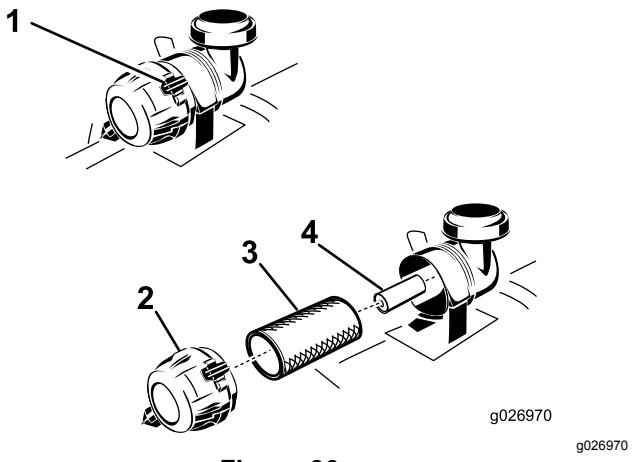

Figure 36
3. Appuyez sur les attaches du filtre à air pour les ouvrir et détachez le couvercle du boîtier du filtre à air (Figure 36).
5. Sortez le préfiltre du boîtier du filtre avec précaution (Figure 36).
2. Si vous remplacez l'élément secondaire, insérez-le avec précaution dans le boîtier du filtre (Figure 36).
3. Placez ensuite le préfiltre sur l'élément secondaire avec le même soin (Figure 36).
5. Montez le couvercle, reniflard en bas, et tournez-le pour que les attaches verrouillent le couvercle en place (Figure 36).